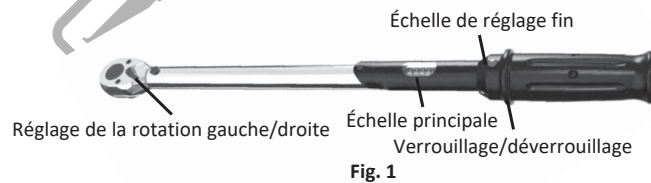

Fig. 1
- La clé dynamométrique est maintenant réglée sur 60 Nm (Fig. 1).